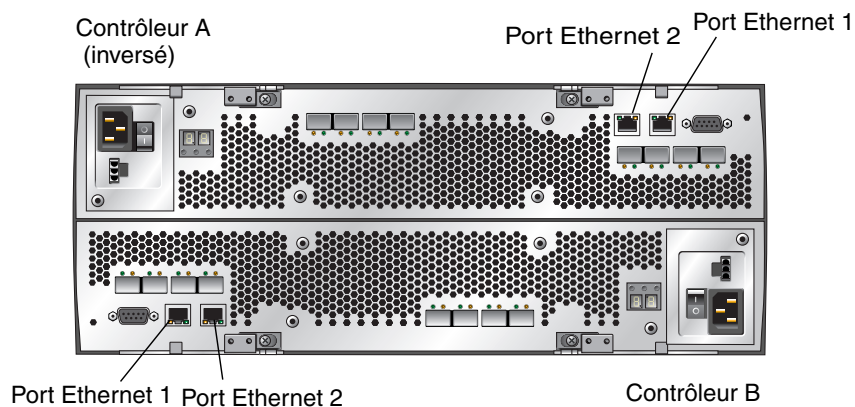

FIGURE 3-1 Ports Ethernet des contrôleurs A et B
L'hôte de gestion gère directement les baies Sun StorageTek 6540 via un réseau out-of-band. Cette section décrit la configuration d'une connexion entre le port Ethernet d'un contrôleur (voir FIGURE 3-1) et l'hôte de gestion.
1. Localisez les ports Ethernet des contrôleurs A et B à l'arrière du plateau de contrôleur (voir FIGURE 3-1).
1. Localisez le port Ethernet 1 des contrôleurs A et B à l'arrière du plateau de contrôleur (voir FIGURE 3-1).
1. Localisez le port Ethernet 1 du contrôleur A ou B à l'arrière du plateau de contrôleur (voir FIGURE 3-1).